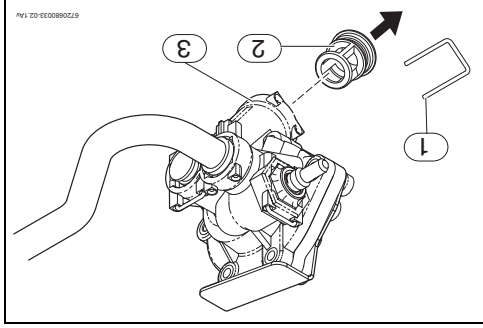

Fig. 11 Purgare
▶ Se scoate dispozitivul de fixare de la capacul cu filet al filtrului (→ Fig. 11, [1]) situat în vana de apă.
▶ Se scoate capacul cu filet al filtrului (→ Fig. 11, [2]) din vana de apă.